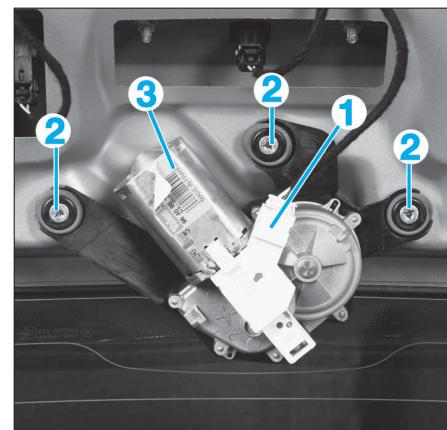

FIG. 49
- Débrancher le connecteur (1) (Fig.49).